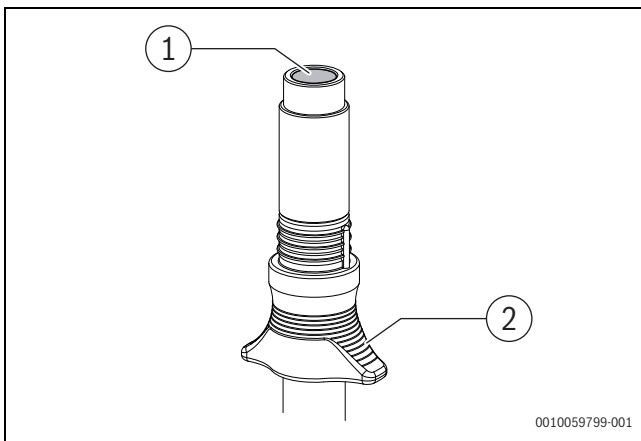

Bild 90 Flammenfühler
- Flammenfühler in vorgesehener Position in Winkelhalter einschieben und Winkelhalter wieder in Brennergehäuse einstecken. Dabei beachten, dass sich die Steckhülle in der vordersten Position auf dem Flammenfühler befindet (→ Bild 90).